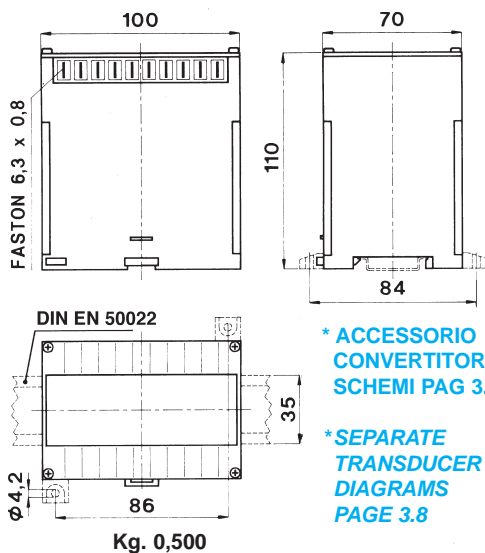

Fig. 2
* Completati di accessorio convertitore separato (fig. 2).
* Equipped with separated transducer (see fig. 2).